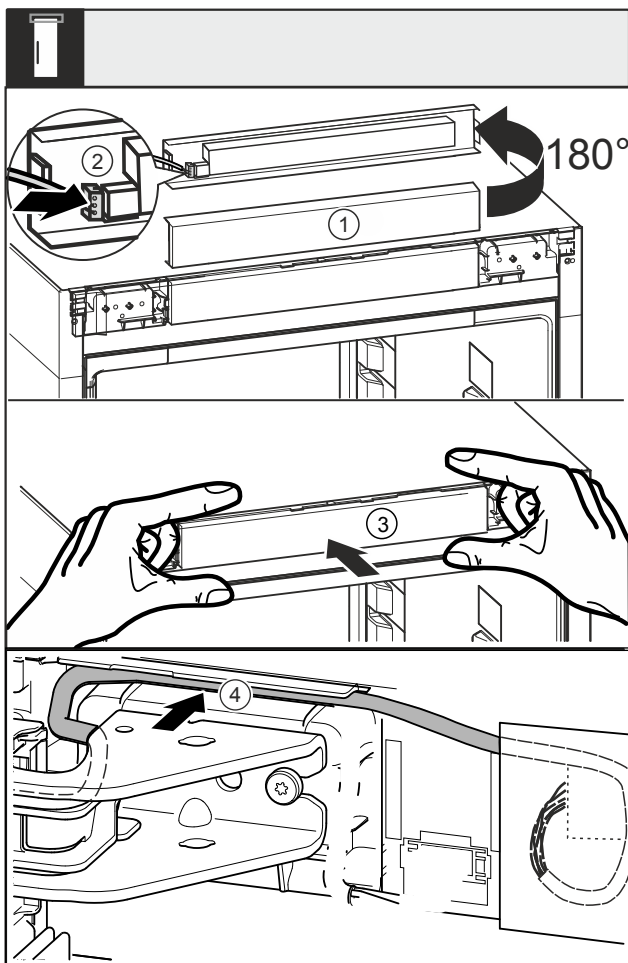

Fig. 46
- ▶ Поверните накладку Fig. 46 (1) вверх на 180°.
- ▶ Зафиксируйте штекер Fig. 46 (2) на фальшпанели.
- ▶ Снова зафиксируйте накладку Fig. 46 (3) на устройстве.
- ▶ Осторожно проложите кабель в направляющей Fig. 46 (4) над верхним опорным кронштейном.